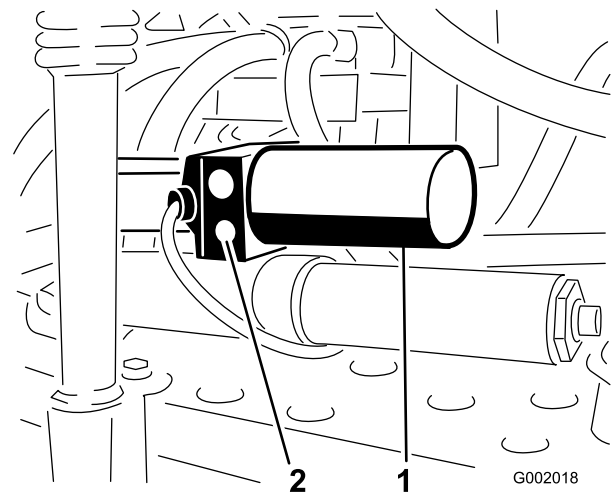

Figure 59
1. Trouvez l'emplacement du clapet de décharge manuel de l'actionneur sur chaque rampe. Le clapet de décharge manuel est la plus petite des valves et se trouve d'un seul côté du corps de l'actionneur (Figure 59).